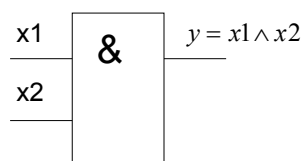

Рис. 157
3. Конъюнкция, или логическое умножение. Элемент, реализующий функцию конъюнкции, называется И (смотрите рис. 157, 158). $y = x_1 \wedge x_2 \wedge \dots \wedge x_n$